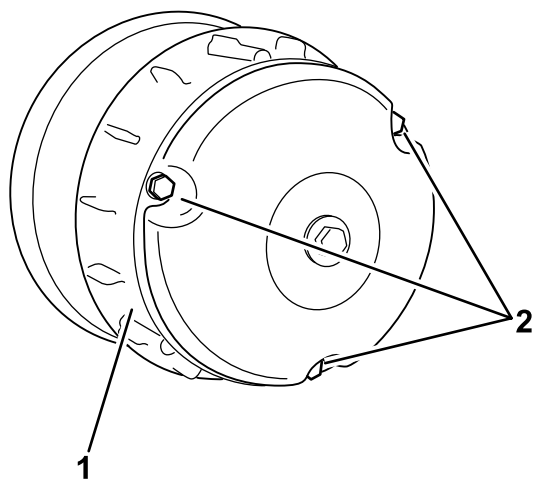

Figura 63
2. Retire los 3 pernos que sujetan la cubierta al embrague, y retire la cubierta (Figura 63).
4. Instale la tapa del embrague, fijándola con los 3 pernos (Figura 63) que retiró en 2.